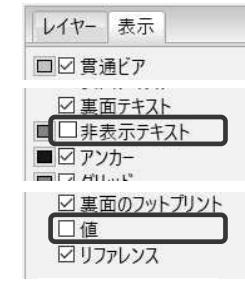

図 10-12
- ① 右ツールバーの右にある「表示」タブをクリックします。
- ② 「非表示テキスト」「値」のチェックを外します。右図 10-12
- ③ 部品番号にマウスポインタを合わせ、ショートカット M(ムーブ)を入力します。
- ④ マウスポインタに吸着された部品番号を移動先でクリックして配置固定します。ショートカット R(回転)も併用できます。